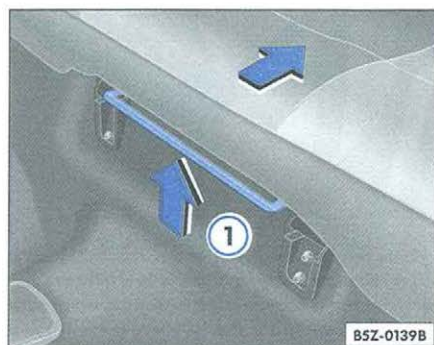

Fig. 84 Palanca para regulación longitudinal
- Levante la palanca ⇒ fig. 84 ① y deslice el asiento hacia adelante o hacia atrás.
– Levante la palanca ⇒ página 102, fig. 84 ① y deslice el asiento totalmente hacia atrás.